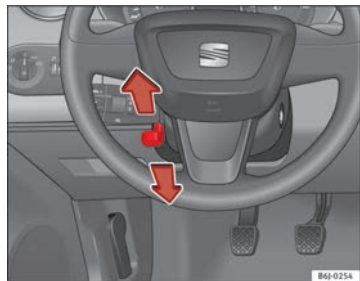

Fig. 105 Regolazione in altezza del volante
- Abbassare la leva ⇒ fig. 105 che si trova sotto il piantone dello sterzo ⇒ ⚠.
- Posizionare il volante nel modo desiderato ⇒ fig. 105.
- Regolare il sedile del conducente o la posizione del volante in modo tale che la distanza tra il volante stesso e lo sterzo del conducente sia di almeno 25 cm ⇒ fig. 105. Se la distanza minima non viene rispettata, l'efficacia del sistema degli airbag si riduce, con gravi rischi per l'incolumità delle persone (non escluso quello di morte).